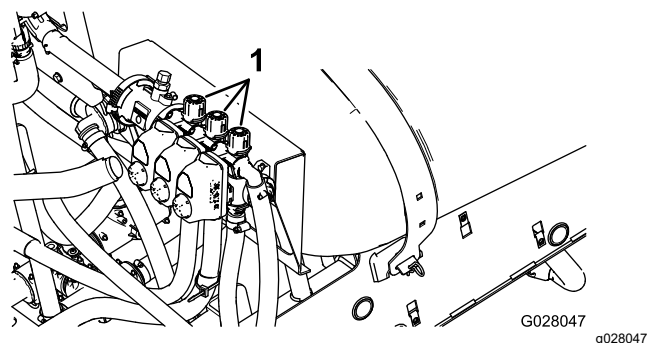

Рисунок 22
2. Выключите левую стрелу и с помощью регулировочной ручки перепуска секции (Рисунок 22) установите давление на предварительно отрегулированный уровень (обычно 2,75 бара).
4. С помощью регулировочной ручки перепуска правой секции (Рисунок 22) установите давление на предварительно отрегулированный уровень (обычно 2,75 бара).
6. С помощью регулировочной ручки перепуска средней секции (Рисунок 22) установите давление на предварительно отрегулированный уровень (обычно 2,75 бара).